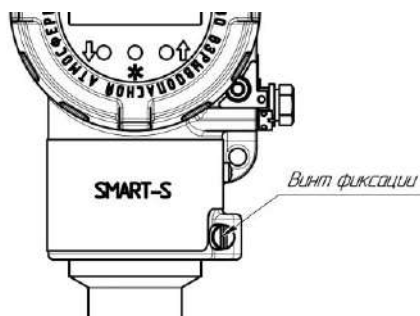

Рисунок 1 – Винт фиксации
1.4.5 Для лучшего обзора индикатора или для удобного доступа к двум отделениям электронного преобразователя (модулю подключения и модулю индикации) корпус электронного блока преобразователя может быть повернут на угол примерно ± 200 градусов (вправо или влево). Для этого необходимо с помощью шлицевой отвертки SL6 ослабить винт фиксации корпуса (см.рис.1). После поворота корпуса электронного блока преобразователя в удобное положение винт фиксации необходимо затянуть.